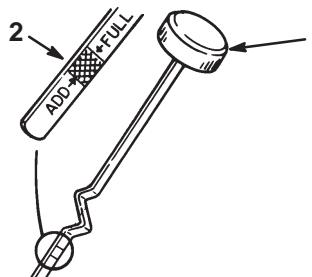

Bild 16
4. Schrauben Sie den Ölpeilstab los und wischen das Metallende ab (Bild 16).
7. Gießen Sie ca. 80% der angegebenen Ölmenge langsam in das Einfüllrohr (Bild 16). Kontrollieren Sie den Ölstand. Siehe Prüfen des Ölstands, Seite 23, Schritte 4 – 5.
5. Gießen Sie ca. 80% der angegebenen Ölmenge langsam in das Einfüllrohr (Bild 16). Kontrollieren Sie den Ölstand; siehe Prüfen des Ölstands, Seite 23, Schritte 4 – 5.